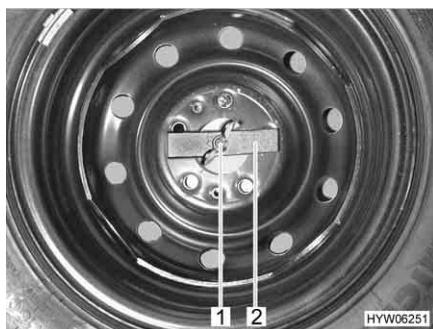

Fig. 133 Ruota di scorta nel gavone di coda
- Svitare manualmente il dado ad alette (Fig. 133,1) e rimuoverlo.
- Rimuovere la barretta di compressione (Fig. 133,2).